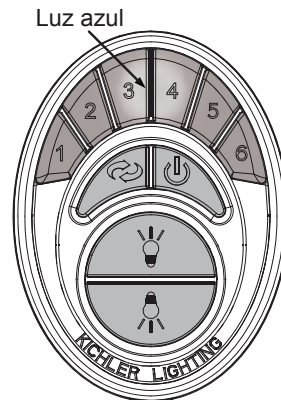

Fig. 23
2. Prueba el transmisor presionando y soltando CUALQUIER botón brevemente. Una luz azul debe iluminarse debajo de los botones 3-4. (Fig. 23)